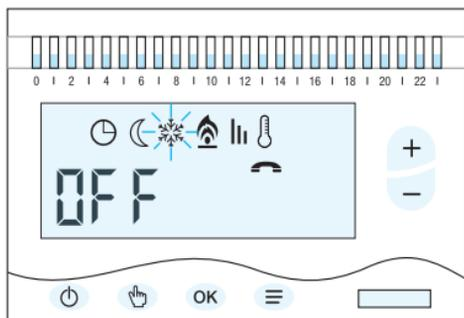

fig. 12
6.2 Premere il tasto + fino a posizionarsi sull'icona del simbolo NEVE. Compare la scritta OFF fig.12